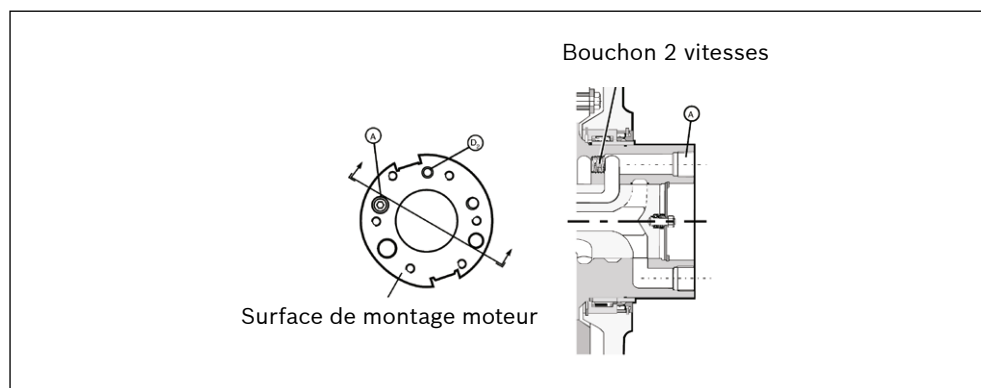

Fig. 14:
Avant de monter la valve, contrôler que le moteur est monté dans son support avec « D2 » sur la surface de montage du moteur orienté vers le haut, voir Fig. 14.
- Monter le bouchon BSTP 3/4" (inclus dans le kit de montage) au fond du trou pour l'orifice « A », voir Fig. 14.